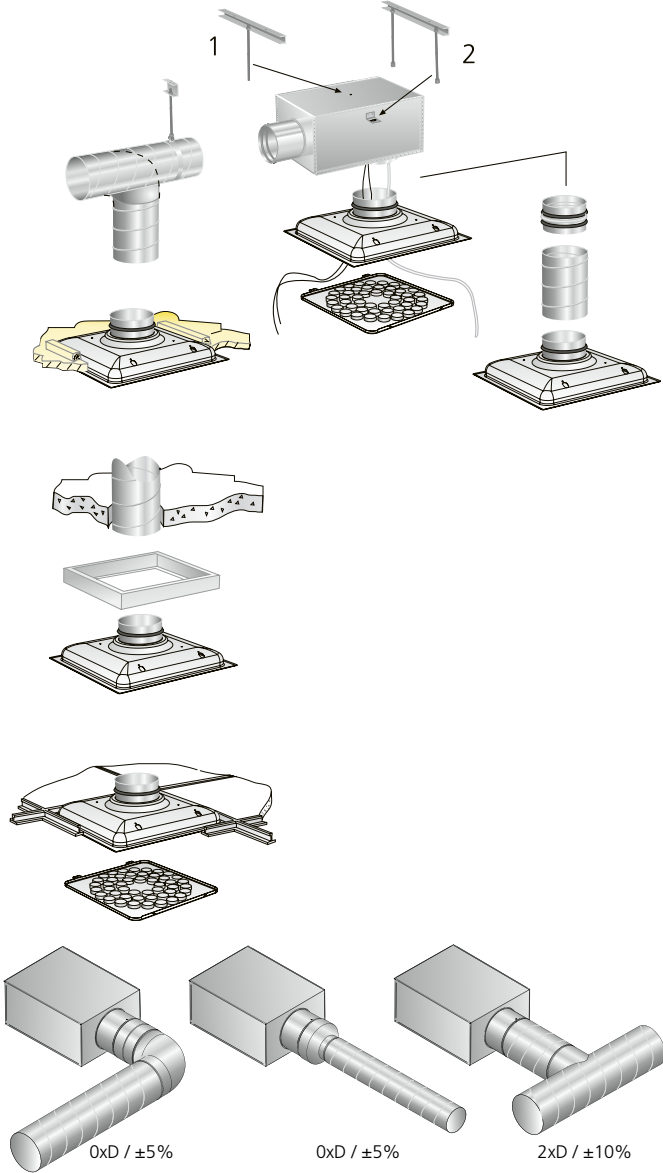

Abb. 3. Montagealternative für Anschlusskasten ALS. Siehe das Produktblatt für REACT ALS für Montagealternativen mit aktivem Anschlusskasten.
- Der Abstand zwischen Anschlusskasten und Luftauslass kann mit gewöhnlichem rundem Spirokanaal bis zu einer Länge von 500 mm verlängert werden, ohne dass Messschlauch und Klappenstellvorrichtung verlängert werden müssen, siehe Abb. 3.
- Messgenauigkeit und Anforderungen an eine gerade Strecke vor dem Anschlusskasten, siehe Abb. 3.
- Abb. 3 zeigt einen Bogen, eine Durchmesserverjüngung und ein T-Stück.